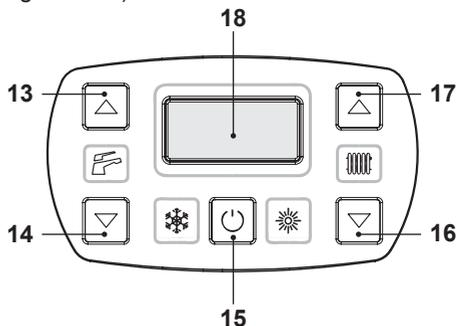
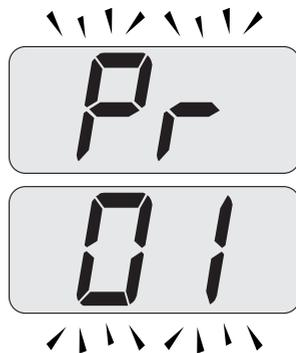
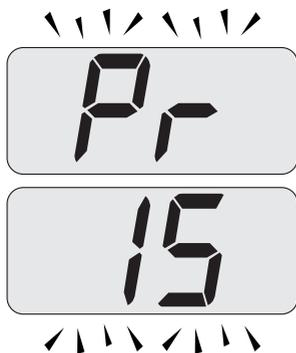

Figura 5.31
Figura 5.32
Figura 5.33
- Entrare in "modalità programmazione" premendo contemporaneamente per 10 secondi i tasti 15 - 16 - 17 (Figura 5.31) fino a far apparire sul display LCD le lettere **Pr** che si alternano con il codice **01**, indicanti l'entrata nel "parametro 01" (Figura 5.32).
- Scorrere i vari parametri utilizzando i tasti 16 o 17 fino a far apparire sul display LCD le lettere **Pr** che si alternano con il codice **15**, indicanti l'entrata nel "parametro 15" (Figura 5.33).
- Premere contemporaneamente i tasti 15 e 17 (Figura 5.31) fino a far apparire sul display LCD il valore del parametro 15 (Figura 5.34).
- Premendo il tasto 15 (Figura 5.31) si ottiene la conferma del valore inserito.
- Premendo contemporaneamente i tasti 15 e 16 (Figura 5.31) si esce senza modificare il valore (ritorno alla lista parametri Figura 5.33)
- Premendo contemporaneamente per 10 secondi i tasti 15 - 16 - 17 (Figura 5.31) si esce dalla "modalità programmazione".
Comunque se la temperatura ambiente non dovesse essere confortevole si può aumentare o diminuire la temperatura di mandata dell'impianto riscaldamento di  $\pm 15^\circ\text{C}$  agendo sui tasti 16 (diminuzione) e 17 (aumento) (Figura 5.31).